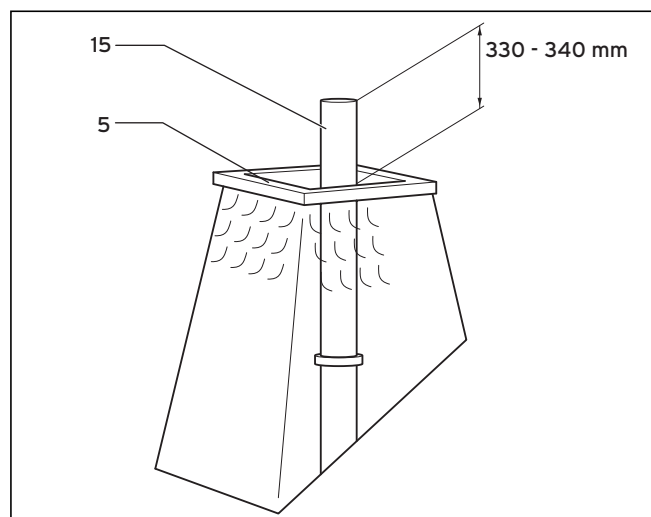

Fig. 6.35 Scurtarea conductei din oțel superior
- Scurtați conducta din oțel superior (15) conform Fig.6.35.
- Introduceți conducta din oțel superior (15) în piesa de legătură (3).